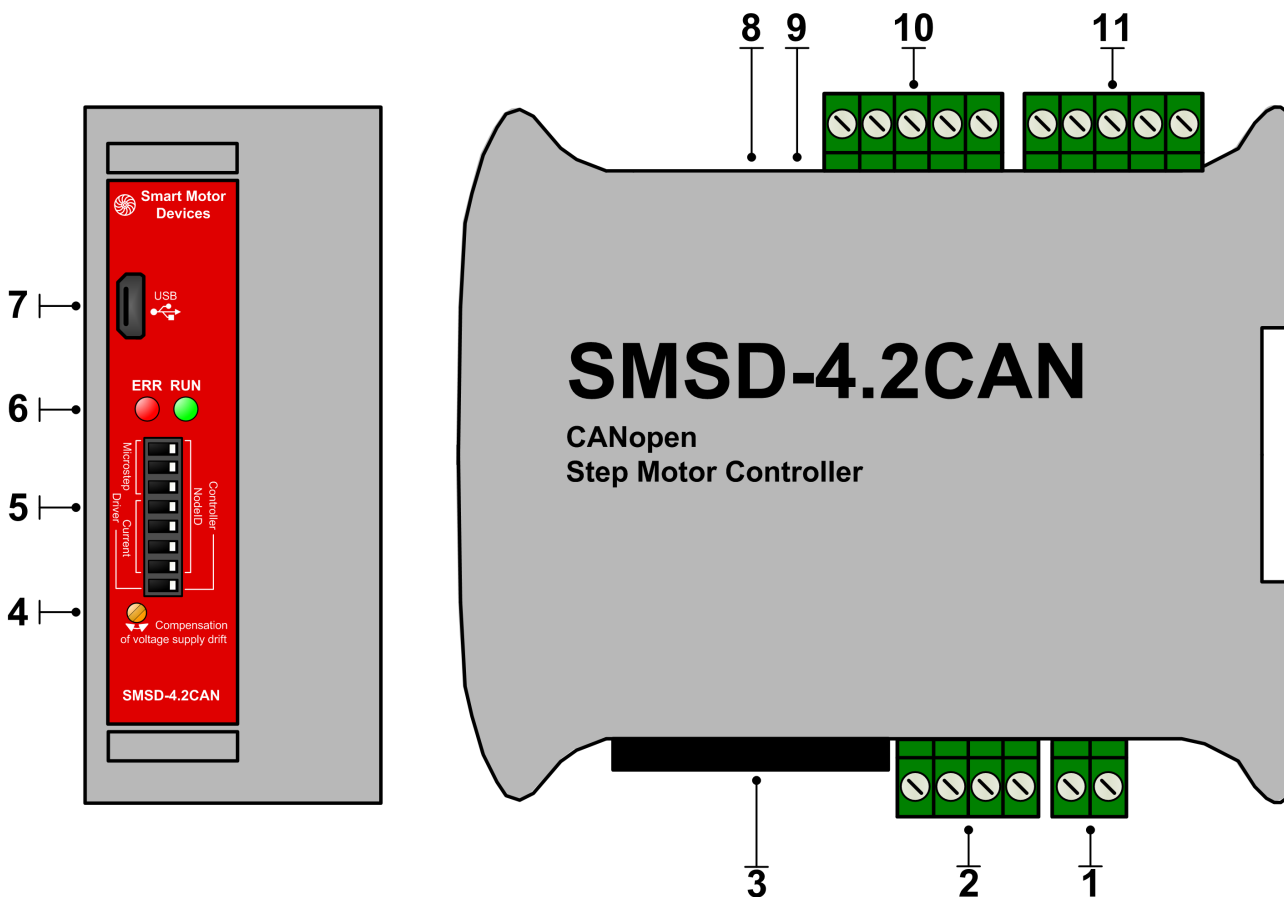

Рисунок 1.1 — Контроллер двигателя SMSD-4.2CAN.
При необходимости можно подключить терминальный резистор (120 Ом) с помощью DIP-переключателя [9] (см. Рис. 1.1).
- На каждом из двух концов кабеля CAN должен быть установлен терминальный резистор с сопротивлением $120\Omega \pm 5\%$. Часто он уже встроен в контроллер или ПЛК. Терминальный резистор в контроллере двигателя SMSD-4.2CAN активируется DIP-переключателем [9] (см. Рис. 1.1).
1. Настройка номера узла посредством DIP-переключателя [5] (см Рис. 1.1).
Настройку номера узла (NodeID) можно произвести только при помощи переключателя [5] (см Рис. 1.1). Адрес задаётся в двоичном виде, значение варьируется от 1 до 127, при этом в операции задействованы переключатели с 1 по 7 номер (0 — 6 бит NodeID соответственно). Положению «ON» говорит о том что бит задан, «OFF» - сброшен. Переключатель с номером 8 является режимозадающим: «OFF» - активен режим контроллера с интерфейсом CANopen, «ON» - активен режим драйвера (DIP-переключатель выполняет другие функции см. гл. 7).